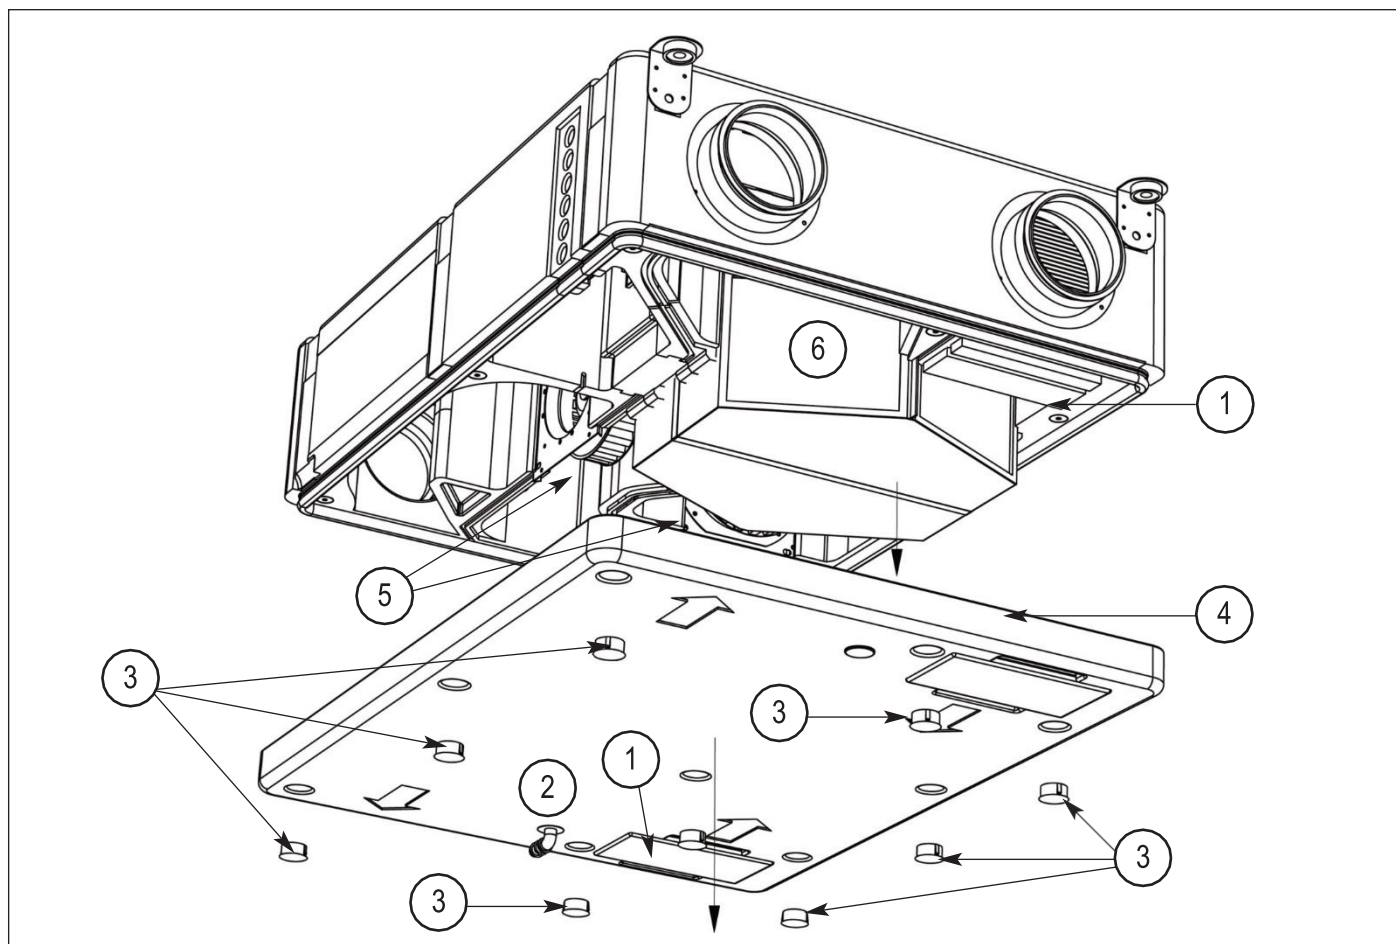

fig. 25
- 2) Rimuovere entrambi i filtri (1 fig. 25).
- 3) disconnettere il sifone di scarico condensa (2 fig. 25).
- 4) Togliere prima i tappi di copertura (3 fig. 25), svitare le viti del pannello frontale (4 fig. 25) con l'apposita chiave TORX, quindi rimuovere il pannello tramite la presa ergonomica ad incasso.
In caso di pulizia, i ventilatori (5 fig. 25) possono essere sfilati dopo averli sganciati dalla scanalatura di trattenimento e dopo aver disconnesso i connettori elettrici; aver cura di accompagnare la discesa di ciascun ventilatore, dopo lo sblocco.
In occasione dell'apertura dello pannello, verificare lo stato di pulizia del recuperatore (6 fig. 25) e, se necessario, procedere allo smontaggio sfilandolo dalla sua sede usando l'impugnatura presente su esso; se unità orizzontale, avere cura di accompagnarne la discesa. Per la pulizia, non usare detergenti aggressivi o solventi.
disconnettere il sifone di scarico condensa (2 fig. 25).
- 2) Remove both filters (1 fig. 25).
- 3) Disconnect drain trap connection (2 fig. 25).
- 4) first remove cover plugs (3 fig. 25), unscrew frontal panel screws (4 fig. 25) with TORX key and remove front cover panel using ergonomic handle.
When cleaning is needed, each fan (5 fig. 25) can be removed after unlocking by a retention groove and after disconnecting electrical wirings; take care to drive the descent of the fan after unlocking.
On the occasion of the opening of the main panel, check the cleaning of the plastic heat recovery (6 fig. 25) and, if needed, remove it from its place by its handle; in case of horizontal unit take care to drive the descent of the heat recovery. For cleaning, don't use aggressive detergents or solvents.
Disconnect siphon drain condensate (2 fig. 25).